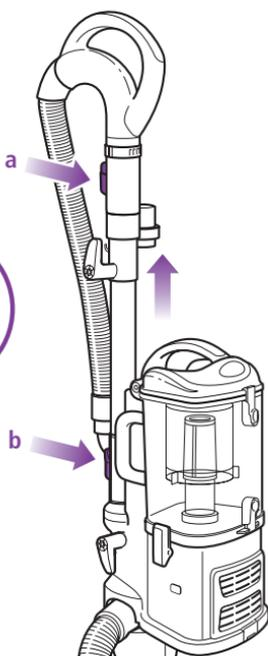

Fig. 14
- 2 Enfoncez le bouton de dégainement de la poignée (a) et tirez la poignée vers le haut ou enfoncez le bouton de dégainement du tube rallonge (b) et tirez celui-ci vers le haut. (Fig. 14)